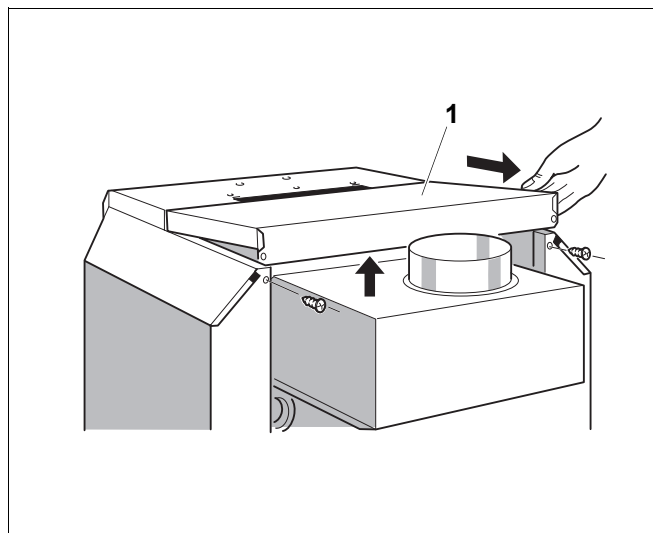

Рис. 9 Снятие задней крышки котла
- Выкрутить оба крепежных винта задней крышки котла (рис. 9, поз. 1). Приподнять заднюю крышку и снять ее, подав назад (рис. 9).